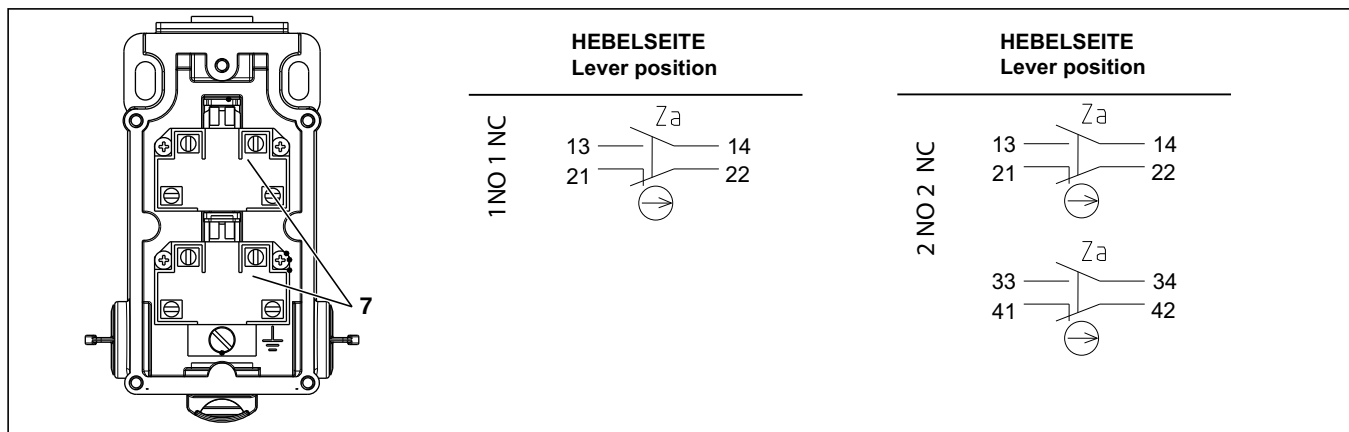

Abb. 4-1: Elektrische Anschlüsse
In *Abbildung 4-1*, *Seite 20* sind die elektrischen Anschlüsse bei Bestückung des Schieflaufschalters VG mit 1 und 2 Schaltelementen (7) dargestellt. Die Ausstattung der verschiedenen Gerätevarianten ist in *Abschnitt 4.2: „Variantenübersicht“*, *Seite 19* dargestellt.